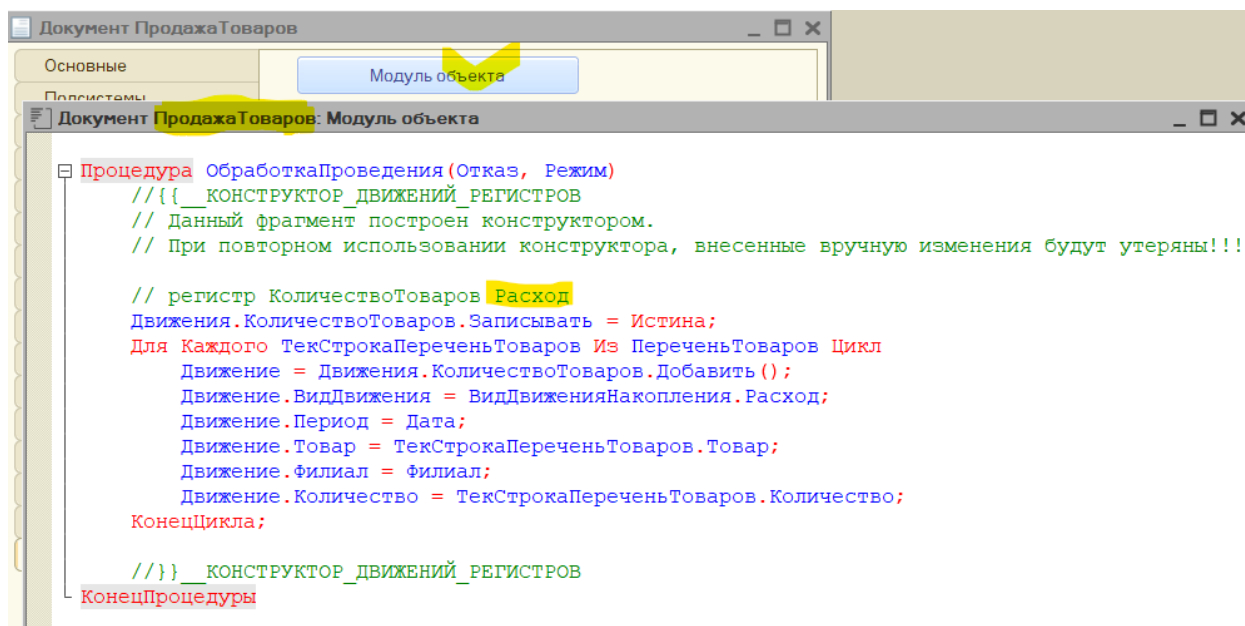

Рис. 3.38. Процедура проведения документа ПродажаТоваров
4. После выполнения необходимых действий в окне конструктора движений автоматически генерируется программная процедура, которая формирует движения по регистру КоличествоТоваров при проведении документа ПродажаТоваров (рис. 3.38)